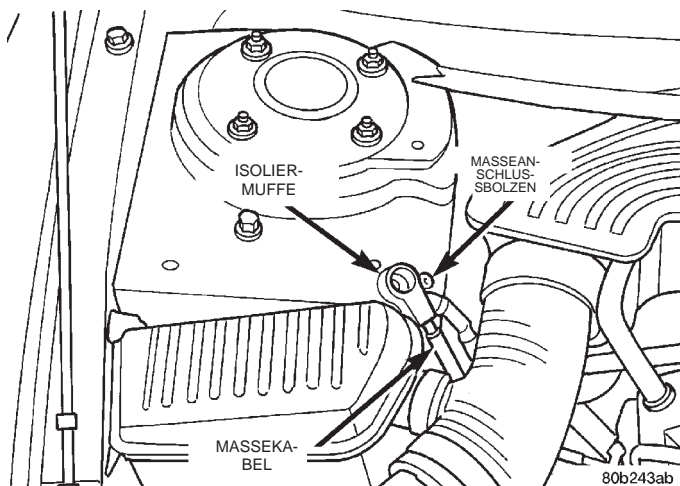

Abb. 34 Korrekt isoliertes Massekabel
(1) Massekabel der Batterie vom Masseanschlussbolzen am Federbeindom abschrauben. Zur Isolierung die Isoliermuffe des Kabels auf den Masseanschlussbolzen schrauben (Abb. 34).